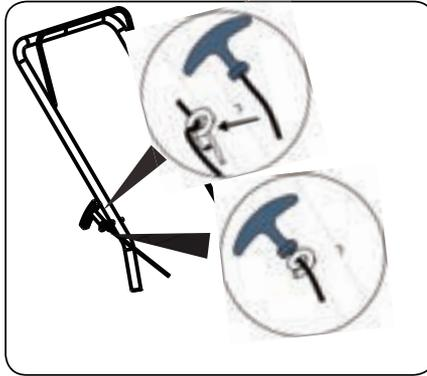

Figure 3-2.
3. Mettez la corde de démarrage dans le crochet. Voir la Figure 3-2.